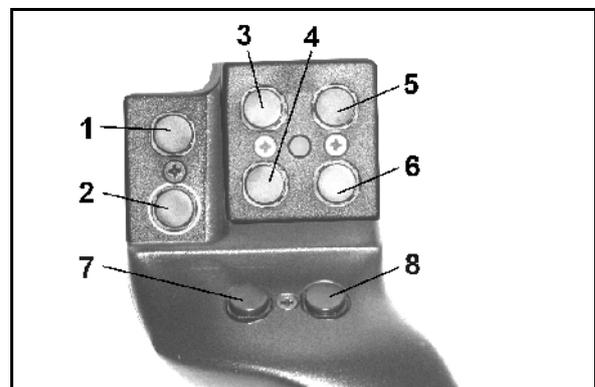
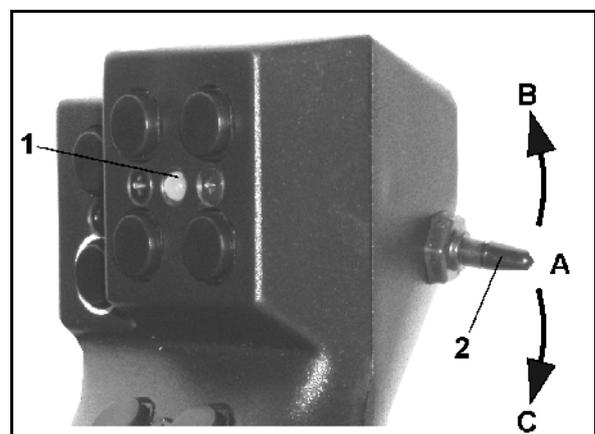

Fig. 71
Fig. 72
Ved betjening av **AMATRON⁺** har multifunksjonsspaken (Fig. 71) 8 tastene (1 - 8) til disposisjon. I tillegg kan man ved hjelp av bryteren (Fig. 72/2) endre konfigurasjon av tastene i tre ulike modi.
-  midtstilling (Fig. 72/A) og kan stilles
-  oppover (Fig. 72/B) eller
-  nedover (Fig. 72/C).
Bryterstillingen vises i form av en LED-lampe (Fig. 72/1).